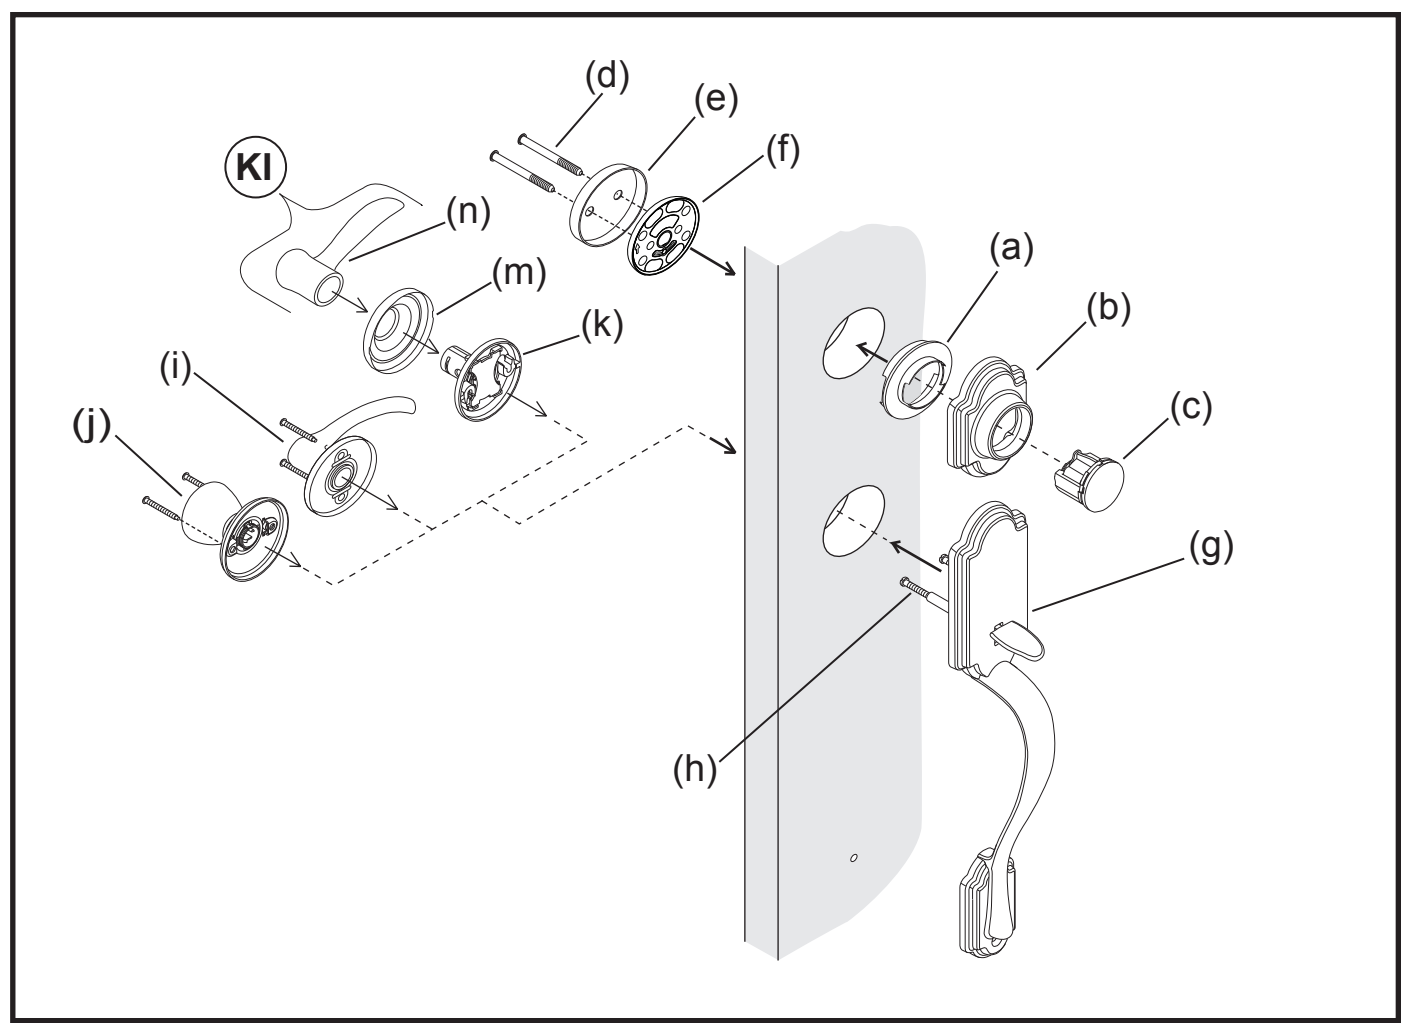

FIG. 1
- For product that came with a (KI) lever, install screws (h) into stems of handleset and extend screws out 7/8" (22mm). (See figure 1.) For 1-7/8" (48mm) to 2-1/4" (57mm) thick doors, extend the longer screws out at least 1-11/32" (34mm).
- Pour le produit qui est venu avec un levier (KI), installez les vis (h) sur des tiges de l'ensemble de poignée et en faisant sortir les vis de 7/8" (22 mm). (Voir figure 1.) Pour les portes d'une épaisseur de 1-7/8" (48mm) à 2-1/4" (57 mm), faire sortir les vis d'au moins 1-11/32" (34 mm).
- Para el producto que vino con una manija (KI), instale los tornillos (i) en los vástagos de la manija y deje que los tornillos sobresalgan 7/8" (22mm). (Voir figure 1.) Pour les portes d'une épaisseur de 1-7/8" (48mm) à 2-1/4" (57 mm), faire sortir les vis d'au moins 1-11/32"